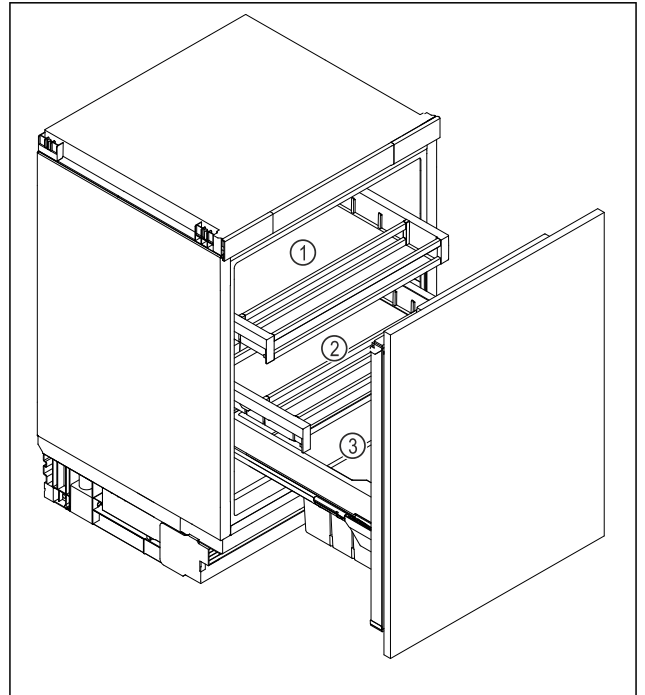

Fig. 6
- ▶ Cajón superior Fig. 6 (1): Almacenamiento de mantequilla, queso, conservas y tubos.
- ▶ Cajón inferior Fig. 6 (2): Almacenamiento de alimentos perecederos, como platos cocinados, pescado, carne y embutidos.
- ▶ Caja para frutas y verduras Fig. 6 (3): Almacenamiento de frutas y verduras envasadas.
- ▶ Compartimento para bebidas Fig. 6 (3): Almacenamiento de botellas individuales.